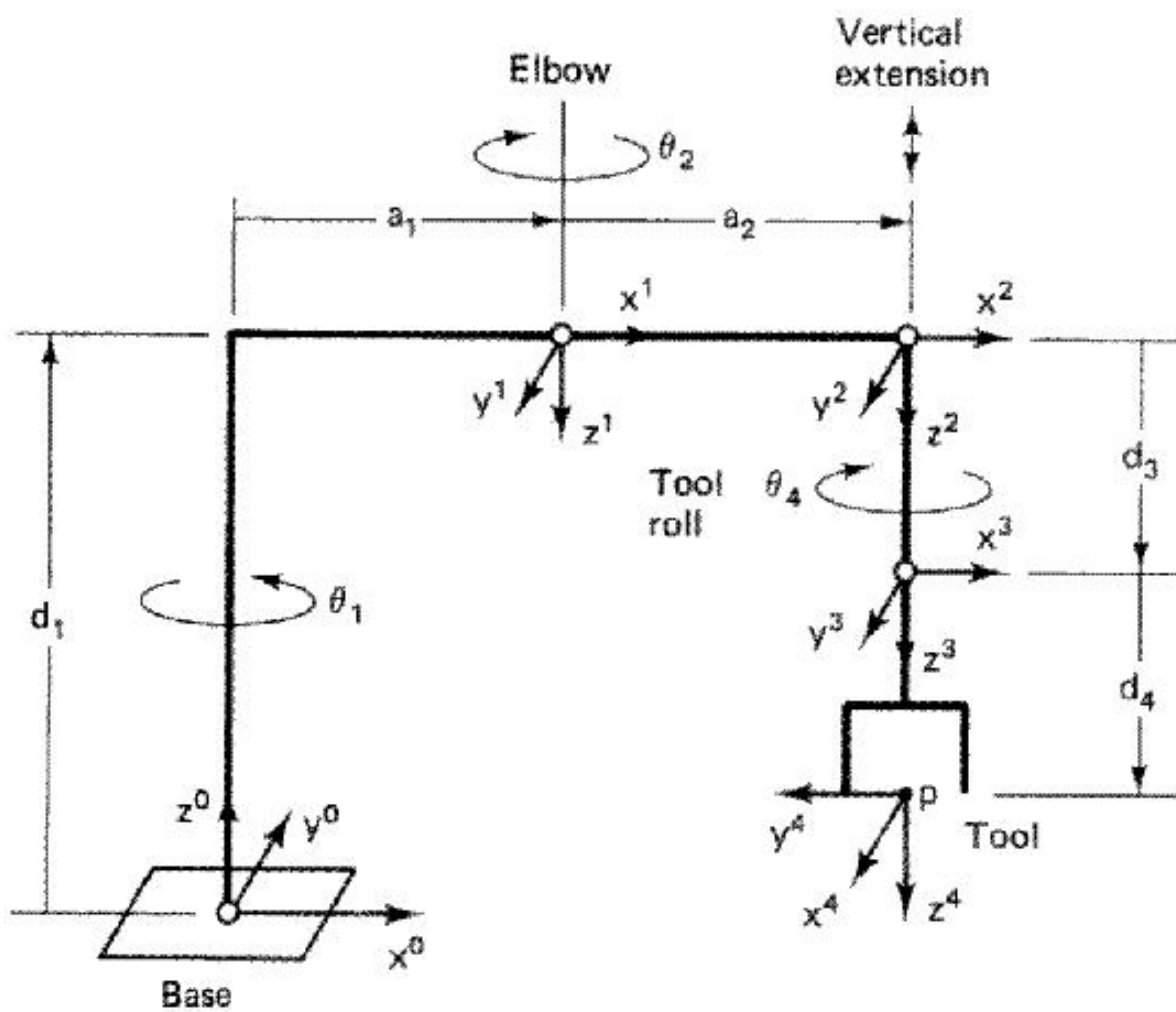

Abbildung 4: SACRA-Roboter
**Aufgabe 2.4:** (3 Pkt.) Ein wichtiger Typ von Roboterarm ist der vierachsiger horizontalgelenkiger Roboter (Auch SCARA-Roboter genannt). Die Gelenk-Koordinatensysteme eines solchen Roboters (Adept One) wird in folgender Abbildung 4 gezeigt.